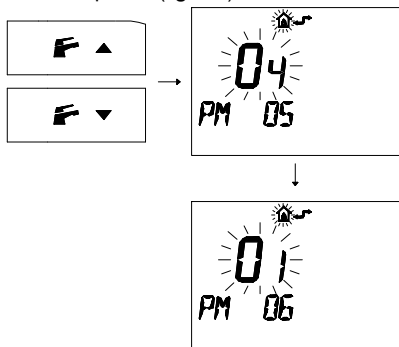

fig. 8.6
- 13 Premere i pulsanti ▲ o ▼ per visualizzare la programmazione “PM 06” Tipo di gas secondo passo (fig. 8.6)